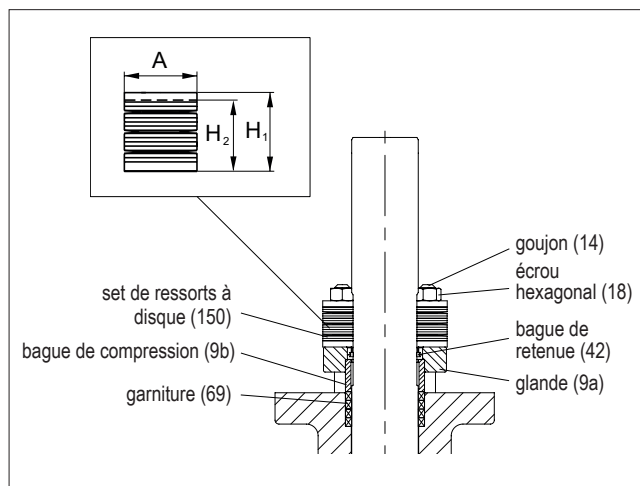

Fig. 18 Garniture de presse-étoupe, D1F_G, D2_G
- Précompressez d'abord les bagues d'étanchéité soit en serrant les écrous de presse-étoupe (avec ou sans rondelles élastiques) au couple T_t , soit en serrant le presse-étoupe avec des rondelles élastiques à la hauteur H_2 . Voir la figure 18 et les valeurs des tableaux 2 et 3.
- Desserrez les écrous du fouloir. Placer les jeux de ressorts de disque (150) sur les goujons de presse-étoupe selon le cas. Resserrer les écrous (18) au couple T_t ou de manière à ce que les ressorts à disque soient comprimés à la hauteur H_2 , voir les Tableaux 2 et 3.